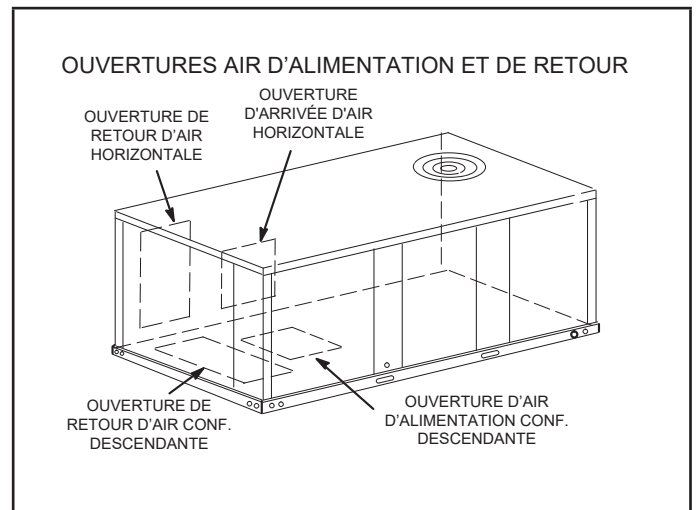

FIGURE 5
- 1 - Retirez les couvercles horizontaux situés à l'arrière de l'unité. Reportez-vous à la FIGURE 5.